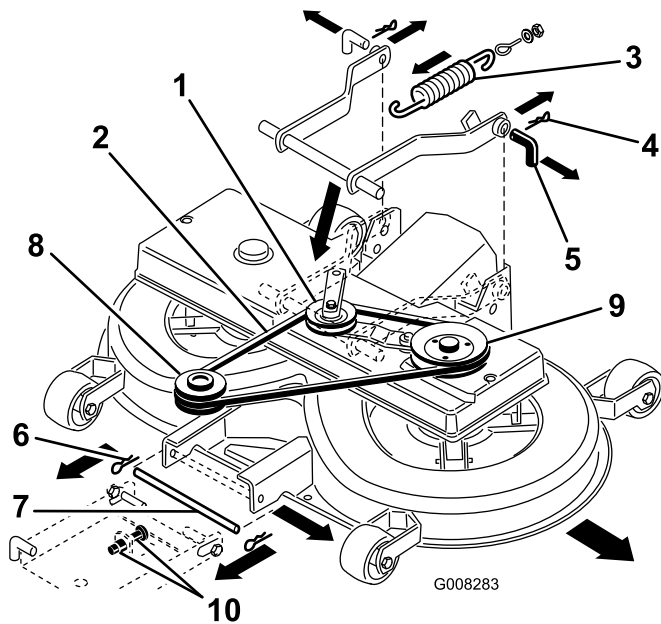

Figura 43
8. Tire del brazo tensor hacia dentro y retire la correa en V de la polea (Figura 43).
7. Mueva el pasador inferior de la suspensión delantera a la posición inferior de las ranuras, ajustando las dos tuercas M12 de la suspensión delantera (Figura 43).
9. Desconecte el muelle de la palanca (Figura 43).
11. Retire las chavetas de los 2 pasadores traseros y retire los pasadores (Figura 43).
12. Retire la chaveta del pasador delantero y retire el pasador (Figura 43).
13. Retire la correa en V de la polea del motor (Figura 43).